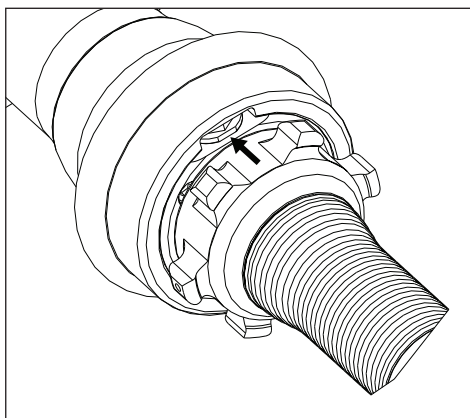

図5: 中立位置
- ・ ブレードの動きを止めるには、ノブを解除します。ノブが自動的に中立位置に戻ります。図5を参照してください。